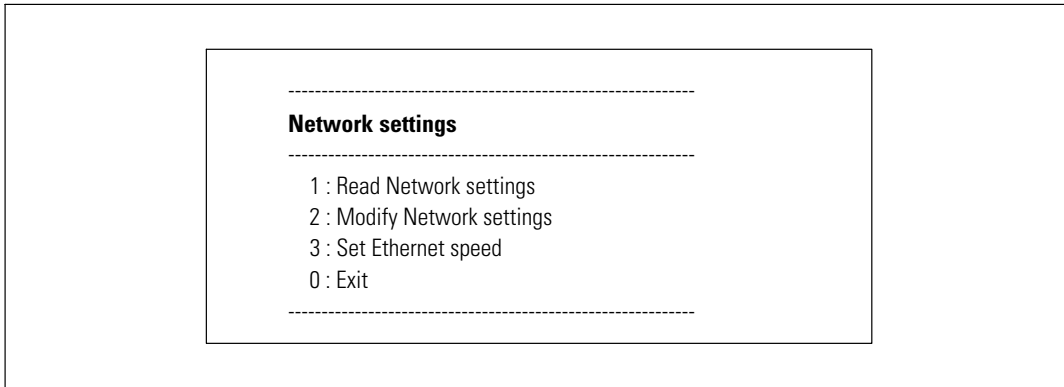

Рисунок 9. Меню настройки сети
- 1 Из главного меню введите **2** и нажмите **Enter**. Отобразится меню сетевых настроек (см. Рисунок 9).